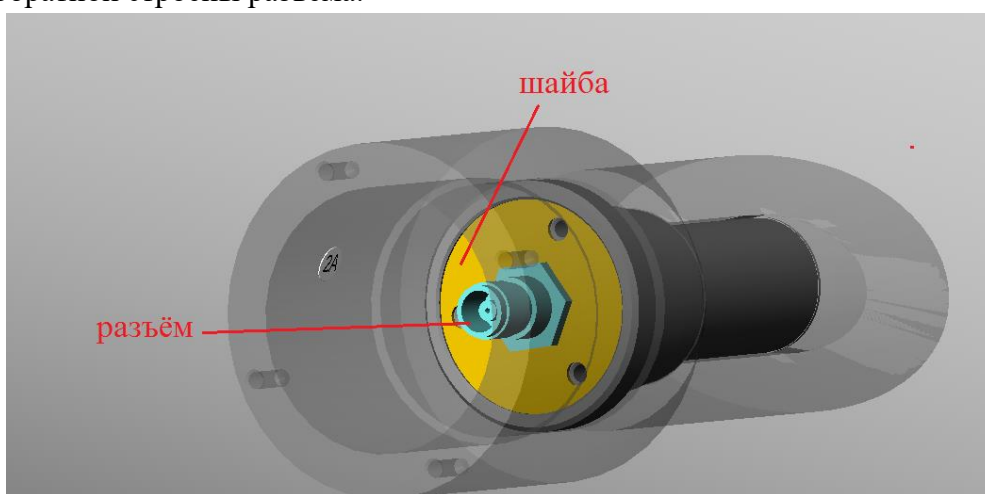

Рисунок 42 – шайба сенсора с разъёмом
4.2.2.8 Снять шайбу совместно с разъёмом (см. Рисунок 42). Отсоединить центральный пин провода с обратной стороны разъёма.